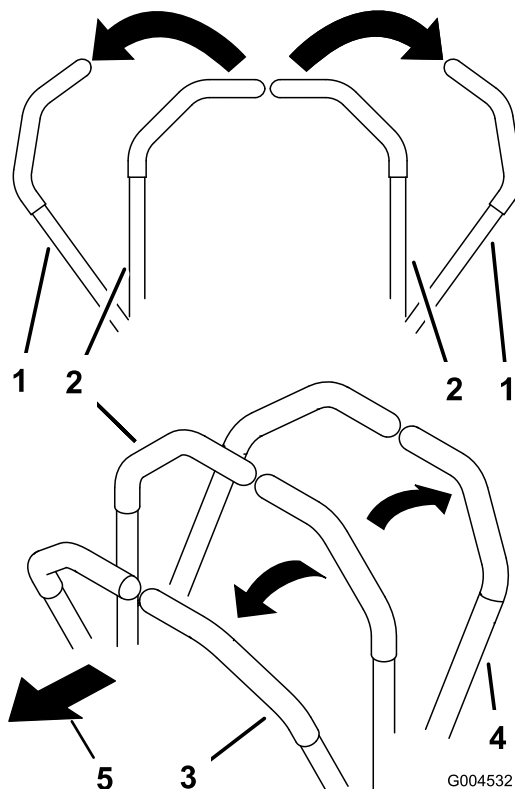

図 17
1. 走行コントロールレバー（図 17）をニュートラル固定位置にセットする。
- ・ 前への直進走行：両方のレバーをゆっくりと前に押す（図 17）。
- ・ 後への直進走行：両方のレバーをゆっくりと後に引く（図 17）。
- ・ 旋回；両方のレバーを手前に引いて走行速度を落とし、曲がりたい方向と反対側のレバーを押す（図 17）。